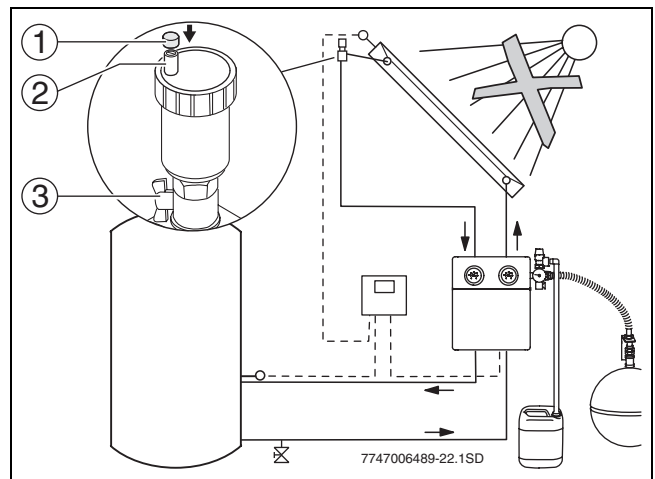

Bild 25 Öppna avluftaren
- Stäng den högra kulventilen (2) på solvärmestationen och stäng kulventilen på avluftaren (→ bild 25, (3)).
- Stäng påfyllnings- och tömningskranarna (3) i solvärmestationen.